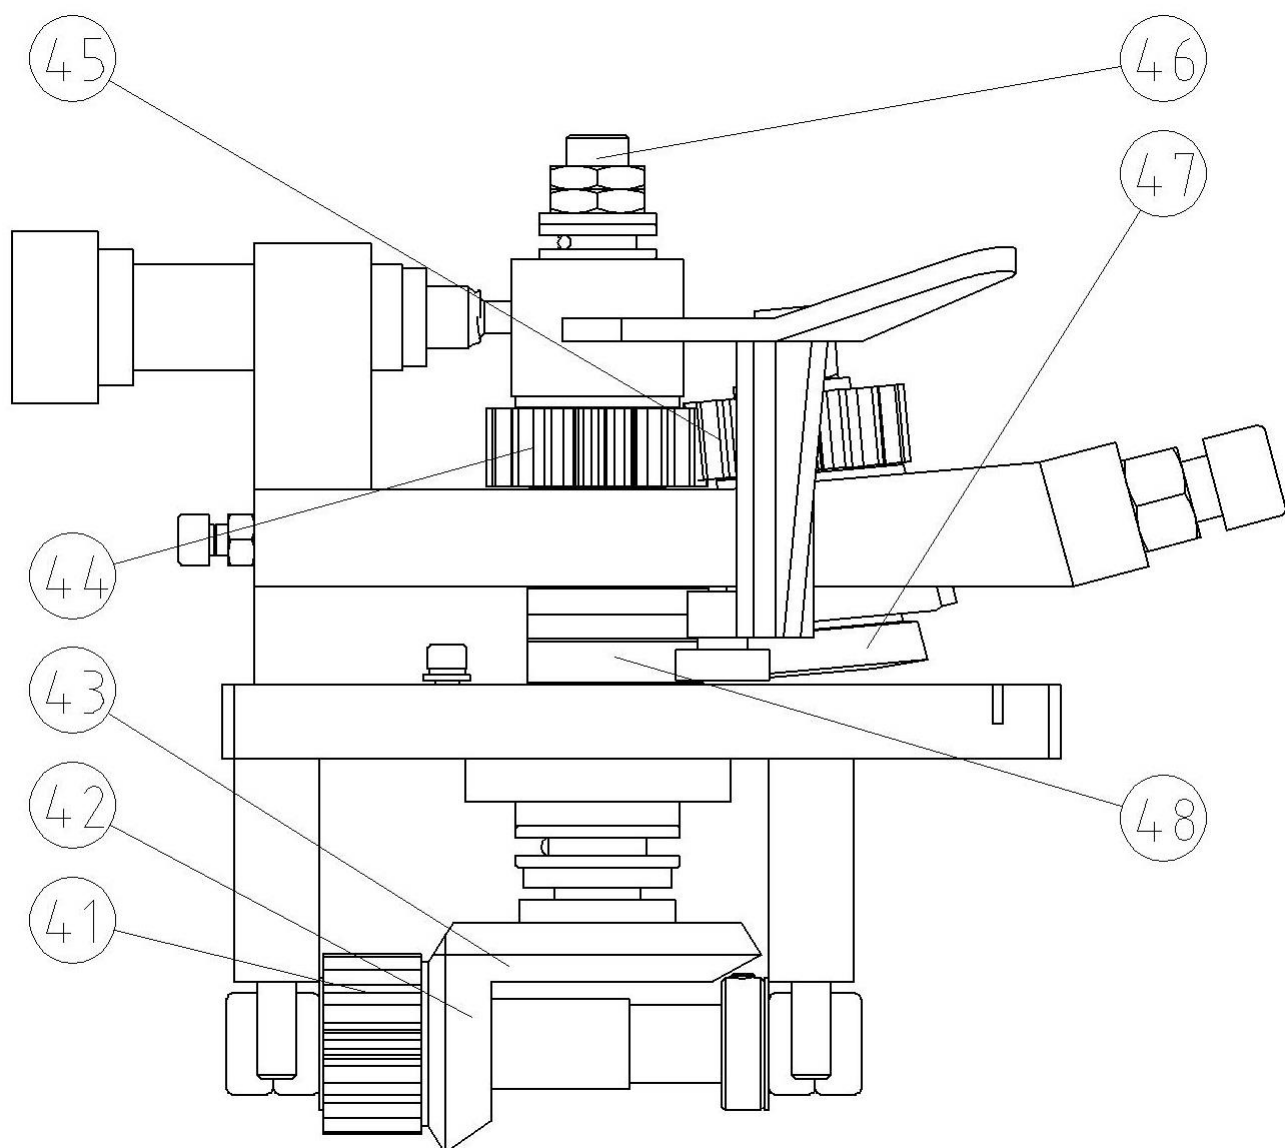

Рис. 3 Устройство для угловой обработки
- (5) Устройство для угловой обработки: см. рисунок 3.